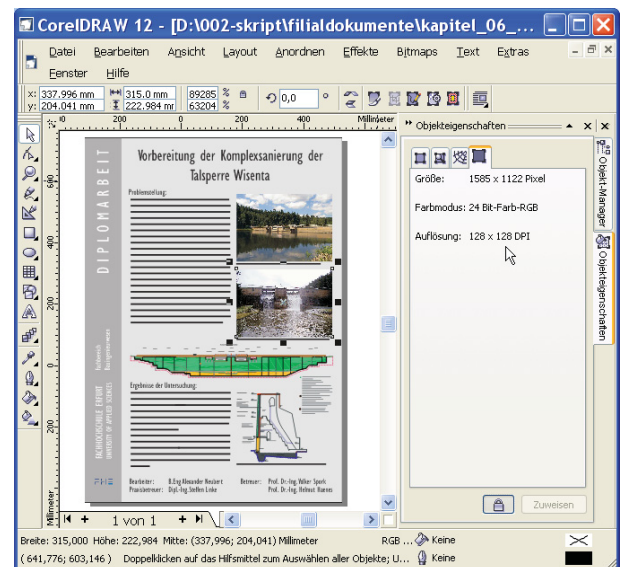

Abb. 6-23: Anzeige der Eigenschaften eines Pixelbildes in einer in Corel Draw geöffneten PDF-Datei
- Die Pixelbilder liegen in Corel Draw in der Qualität vor, wie sie im PDF-Dokument gespeichert wurden. Ihre Eigenschaften sind ablesbar (Abb. 6-23) und können geändert werden.